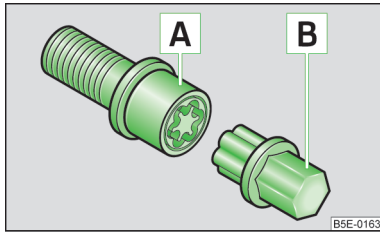

Fig. 132
- › Introduceți adaptorul [B] » fig. 132 cu partea zimțată până la limită pe dantura interioară a șurubului antifurt [A], astfel încât să se mai vadă doar partea sa hexagonală.